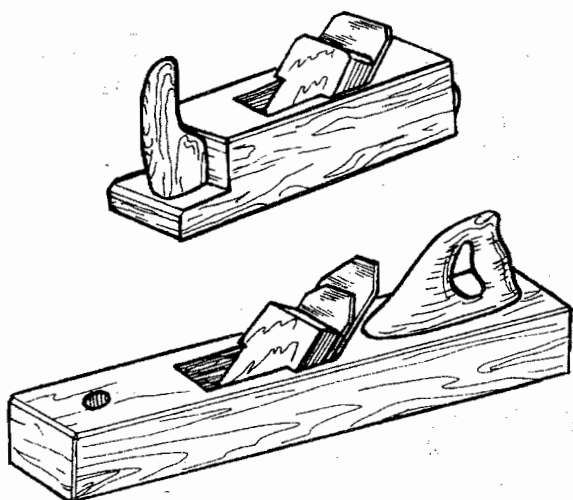

Рис. 29. Струги.
**Струги** (рис. 29) применяются для обстругивания древесины с целью получения гладкой поверхности.